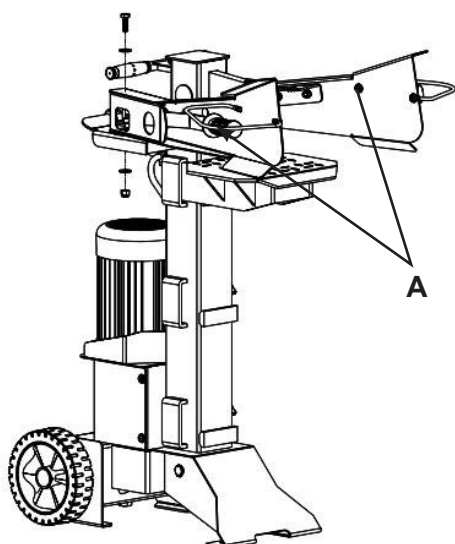
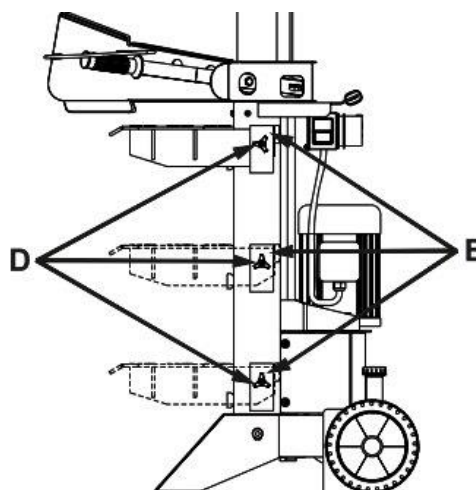

Рис.3
Рис.4
3.Подсоедините рычаги управления (A) Рис.3. 4. Установите кронштейны (E) и закрепите их болтами (D) Рис.4